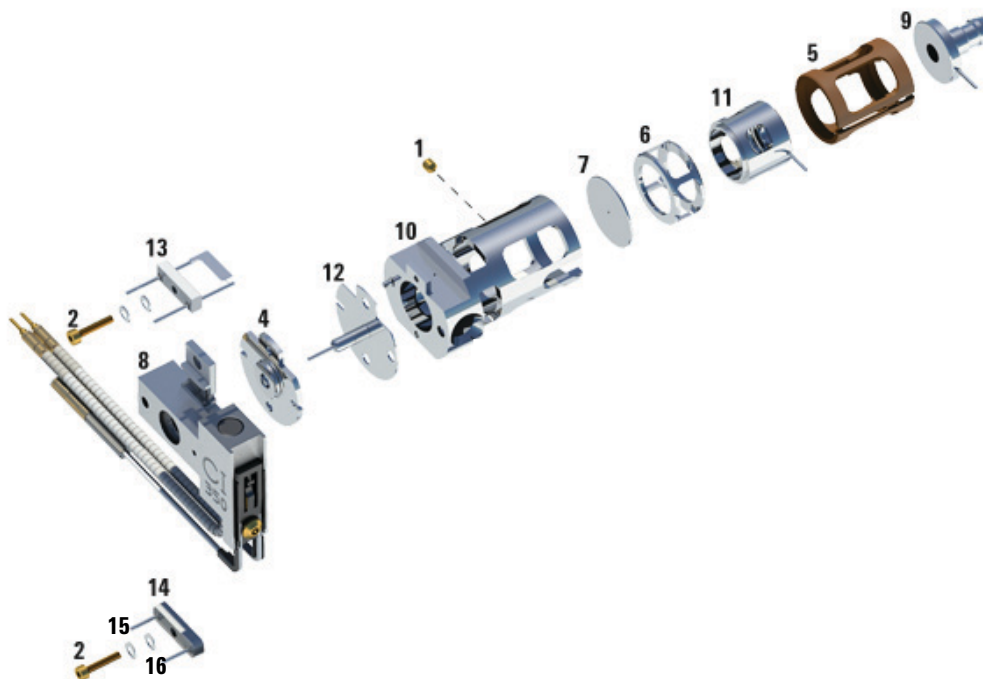

Figure 40 Montage de la source à CI
- 2 Récupérer les pièces détachées suivantes à nettoyer d'une source à CI : (Figure 40 à la page 207)